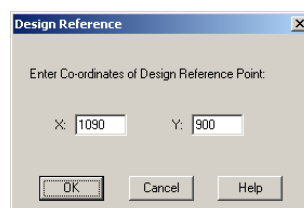

Рис. 9. Задание точки привязки проекта.
7. В появившемся диалоговом окне Design Reference (рис. 9) в поля X и Y введем значения 1090 и 900 соответственно.